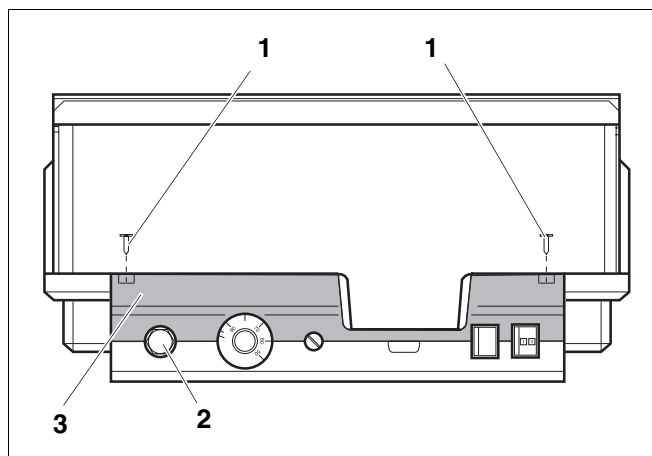

fig. 1 Appareil de régulation Logamatic 4...
- Pour le réglage des températures maximales un démontage du thermostat limiteur de sécurité (STB) s'impose (fig. 1, pos. 2)
- Les deux vis de maintien du couvercle doivent être retirées (fig. 1, pos. 1) pour démonter le thermostat limiteur de sécurité.
- Retirer le couvercle (fig. 1, pos. 3).
- Dévisser le capuchon de protection (fig. 1, pos. 2).